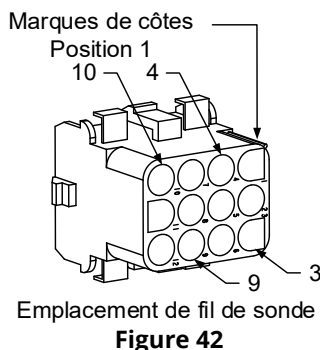

Figure 42
10. Insérez les câbles de la sonde de température dans le connecteur du faisceau de câbles à 12 broches (voir Figure 42). Pour les unités à cuve pleine ou la moitié droite d'une unité à double cuve, le fil rouge passe en position 3 et le blanc en position 4. Pour la moitié gauche d'une unité à deux cuves, le fil rouge passe en position 9 et le blanc en position 10. **REMARQUE : Droite et gauche** font référence à la friteuse vue de l'arrière.